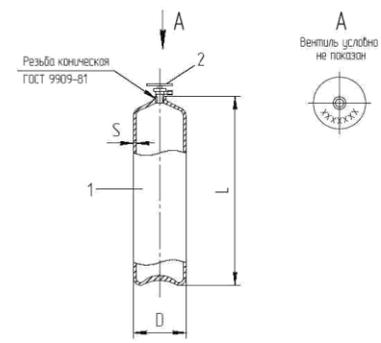

Рис. 2. Общий вид корпуса
- Основные параметры и размеры корпусов соответствуют указанным на рис. 2 в табл. 1.